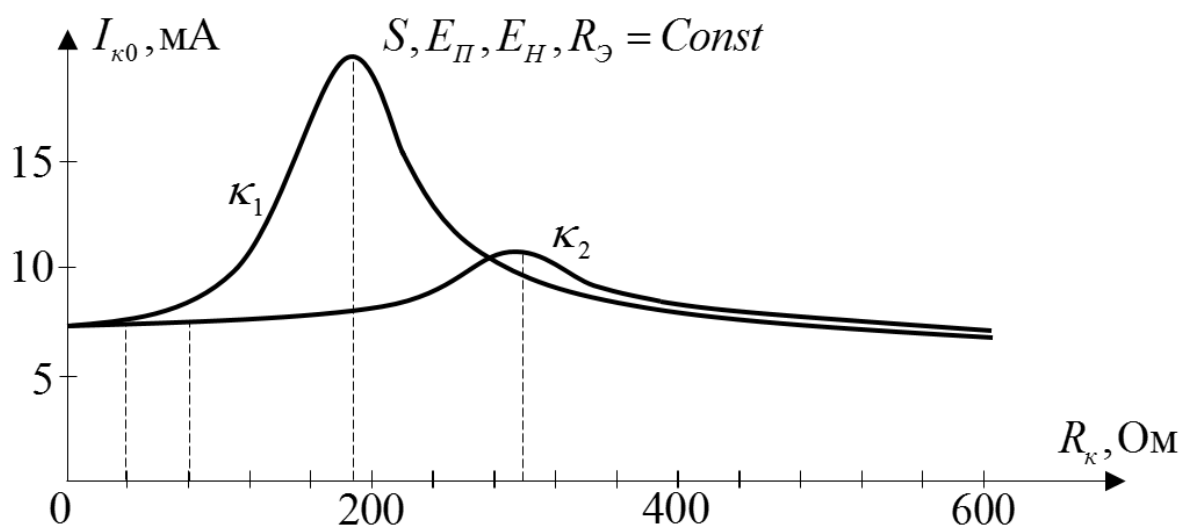

Рис.1.23. Иллюстрация к задаче 1.59
**1.58.** Какая нагрузочная характеристика  $I_{k0}(R_k)$  на рис.1.23 соответствует большему значению  $k$ , если  $E_H, E_H, S_1R_3 = const$ ? Что будет показывать прибор, измеряющий ток  $I_{k0}$ , при отсутствии колебаний и в момент их возникновения?
**1.59.** По нагрузочным характеристикам  $I_{k0}(R_k)$  на рис.1.23 рассчитать и построить  $P_0(R_k)$ , если  $E_k = 8$  В.